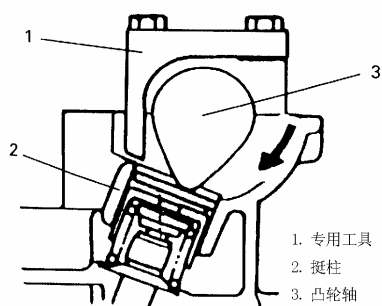

Рис. 4-141.
7). Как показано на Рис. 4-141, повернуть распределительный вал против часовой стрелки, открыть клапан и снять специальный инструмент.